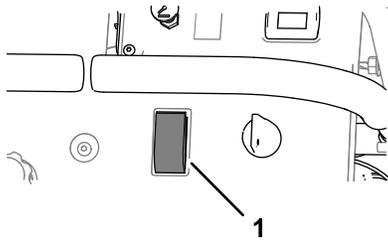

Figura 45
- Ponga el interruptor de la bomba de fumigación en la posición de ACTIVADO (Figura 45).